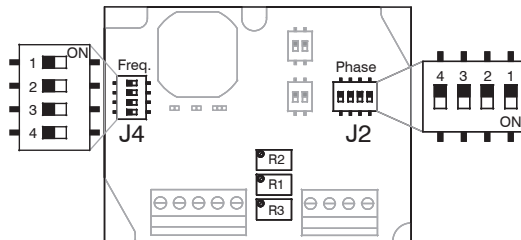

Abb. 11 Controllerelektronik, DIP-Schalter für Frequenz (J4) und Phase (J2)
| <p>Stößel bzw. Sensor lässt sich während des Kalibriervorgangs mechanisch justieren (Beispiele A, siehe Kap. 5.3.)</p> <p>➤ 4a: Stellen Sie Schalter S1 an J3 auf OFF und S2 an J3 auf ON, siehe Abb. 12.</p> <p>Der Stößel befindet sich zunächst außerhalb des Sensors.</p> <p>➤ 5a: Stellen Sie mit R1 gewünschtes Ausgangssignal für Sensor in Mittenposition ein, siehe Abb. 11.</p> <p>➤ 6a: Fahren Sie Stößel etwa in die Mitte des Sensors und bewegen Sie ihn solange bis gewünschtes Ausgangssignal, wie in Punkt 5a eingestellt, erreicht ist.</p> <p>Kern befindet sich in Mittenposition (elektrischer und mechanischer Nullpunkt des Sensors).</p> <p>➤ 7a: Fahren Sie Stößel bzw. Sensor in gewünschte Endposition, stellen Sie mit R3 die Verstärkung ein.</p> <p>➤ 8a: Bewegen Sie Stößel möglichst exakt in die unter 6a beschriebene Position zurück. Stellen Sie mit R1 Ausgangssignal auf den unter 5a festgelegten Wert nach.</p> <p>➤ 9a: Fahren Sie Stößel nochmal in die gewünschte Endposition und stellen Sie mit R3 die Verstärkung nach.</p> <p>Ende Einstellung.</p> | <p>Stößel bzw. Sensor ist während des Kalibriervorgangs fest mit dem Messobjekt verbunden (Beispiel B, siehe Kap. 5.3).</p> <p>➤ 4b: Stellen Sie Schalter S1 und S2 an J3 auf ON, siehe Abb. 12.</p> <p>➤ 5b: Stellen Sie mit R1 gewünschtes Ausgangssignal für Startposition ein, siehe Abb. 11.</p> <p>➤ 6b: Stellen Sie Schalter S1 und S2 von J3 auf OFF.</p> <p>➤ 7b: Fahren Sie Stößel bzw. Sensor in gewünschte Startposition. Stellen Sie Ausgangssignal mit R2 auf den gleichen Wert wie in Punkt 5b ein, siehe Abb. 11.</p> <p>➤ 8b: Fahren Sie Stößel bzw. Sensor in gewünschte Endposition, stellen Sie mit R3 das gewünschte Signal für die Endposition ein.</p> <p>Ende Einstellung.</p> | |
Mit dem 4-poligen DIP-Schalter J4 (Lage auf der Platine, siehe Abb. 11) wird die Frequenz des Oszillators eingestellt. Die Phase wird mit J2, siehe Abb. 11, eingestellt.
- ➡ Stellen Sie mit R1, siehe Abb. 11, den Ausgang auf 6,00 VDC beziehungsweise 12,00 mA (Stromausgang) ein.
- ➡ Stellen Sie mit R1, siehe Abb. 11, den Ausgang auf 2 VDC beziehungsweise 4 mA ein.